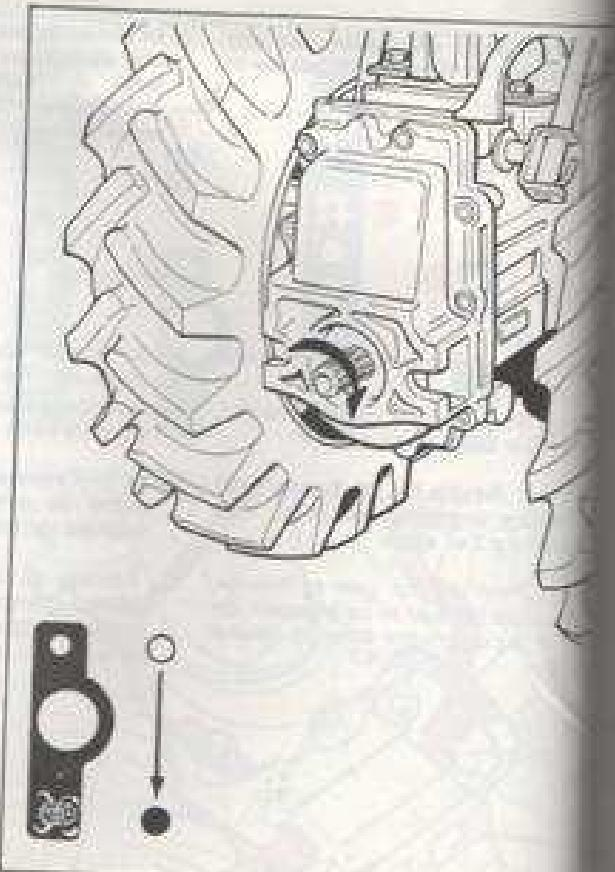

Fig. 7 - Bild 7
2. Innestare la presa di potenza (vedere targhetta di fig. 7); accertarsi che la leva sia perfettamente innestata.
2. Engage the power take-off (see fig. 7), make sure the lever is properly engaged.
2. Connecter la prise de force (voir plaque fig. 7), s'assurer que le levier soit parfaitement engagé.
2. Die Zapfwelle einschalten (siehe Schild im Bild 7). Sich vergewissern, dass der Steuerhebel einwandfrei eingeschaltet ist.